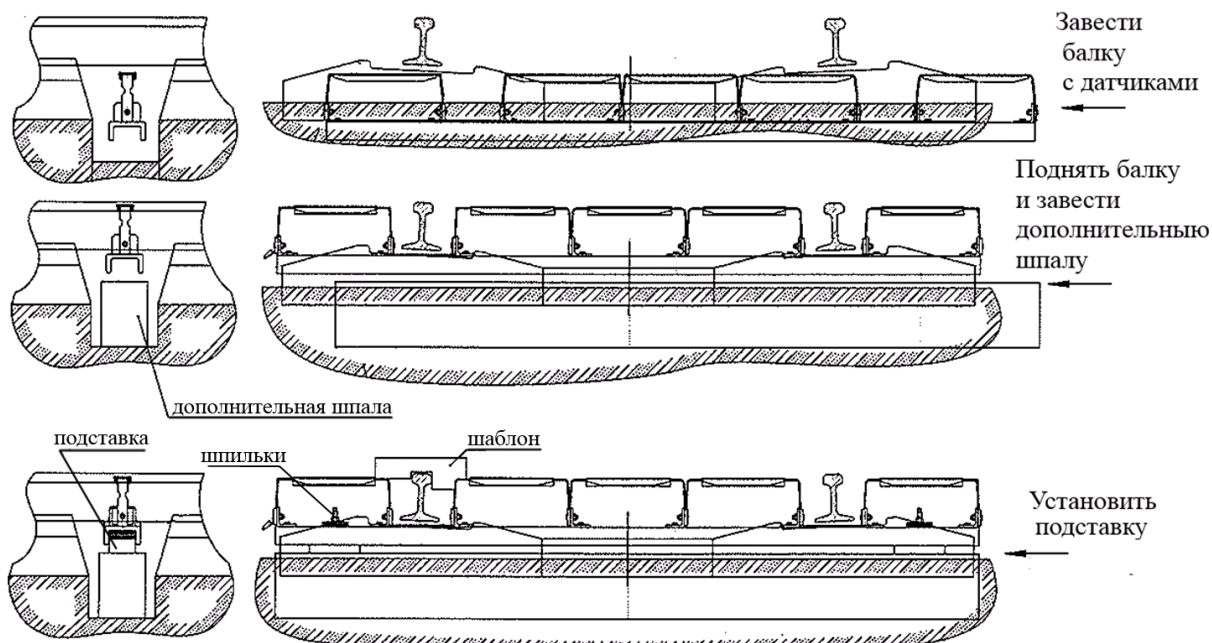

Рис.5. Установка балки крепления датчиков УКСПС
- выполнить действия как показано на рис.5.